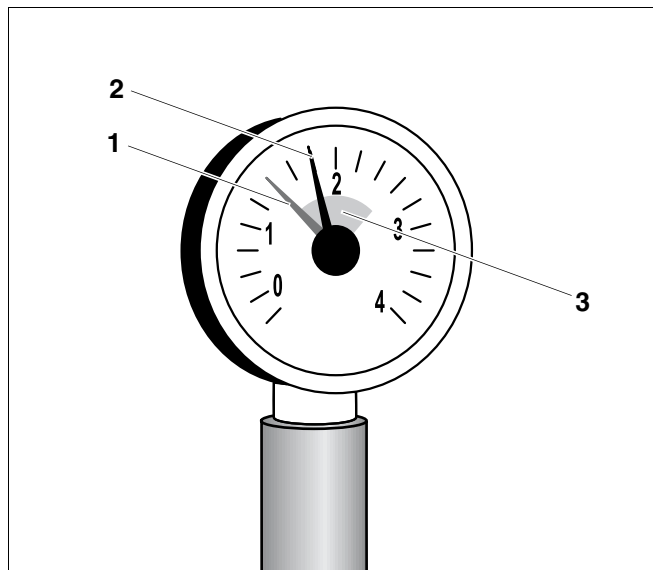

Рис. 5 Манометр для закрытых установок
В закрытых установках стрелка манометра (рис. 5, **поз. 2**) должна находиться в зеленой зоне (рис. 5, **поз. 3**).
Красная стрелка манометра (рис. 5, **поз. 1**) должна быть установлена на требуемое давление. Требуемое давление устанавливает наладчик.
- Проверьте, стоит ли стрелка манометра (рис. 5, **поз. 2**) в зеленой зоне (рис. 5, **поз. 3**).
Если стрелка манометра (рис. 5, **поз. 2**) не доходит до зеленой зоны (рис. 5, **поз. 3**), то давление воды слишком низкое. Необходимо восполнить потерю котловой воды, долив подпиточную воду.
- Заполняйте установку подпиточной водой через кран KFE (кран для заполнения и слива) до тех пор, пока стрелка манометра (рис. 5, **поз. 2**) не перейдет в зеленую зону (рис. 5, **поз. 3**).